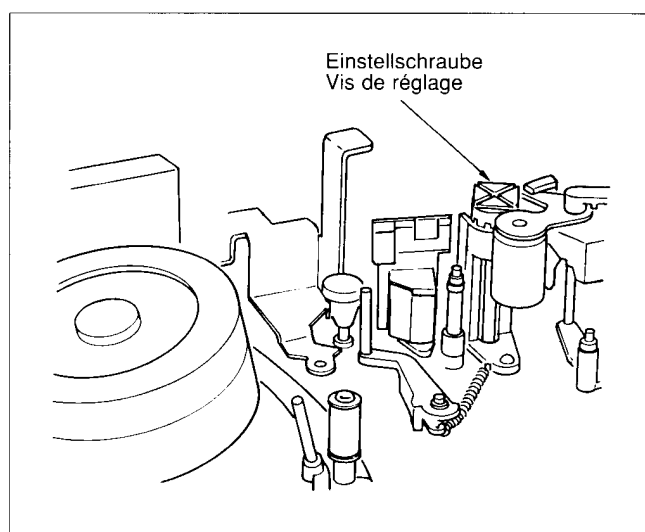

Fig. 37
1. Die Einstellschraube (Fig. 37) lösen, bis die Capstanrotoreinheit gerade die Spule der Capstanstatoreinheit berührt.
1. Desserrer la vis de réglage (Fig. 37) jusqu'à ce que le rotor du cabestan effleure le bobinage du stator.